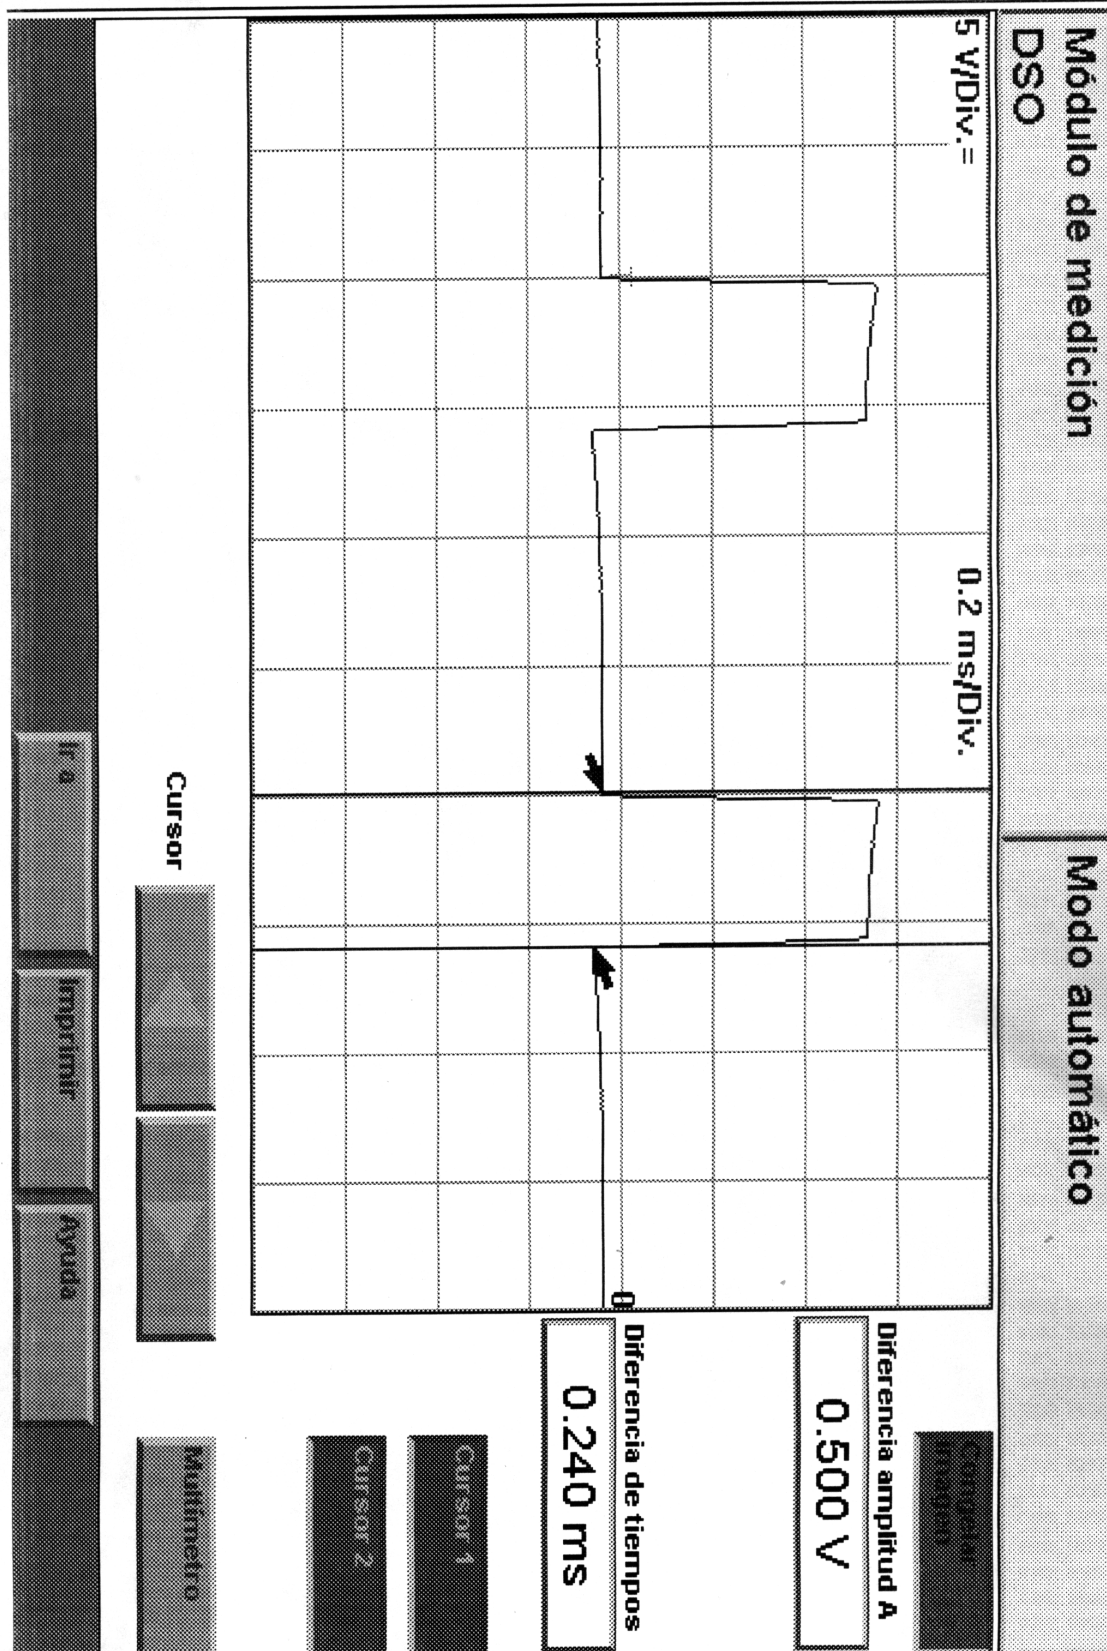

FIG 3
2.000 rpm: 0'240 ms **Ver fig 3**
3.000 rpm: 0'260 ms **Ver fig 3**